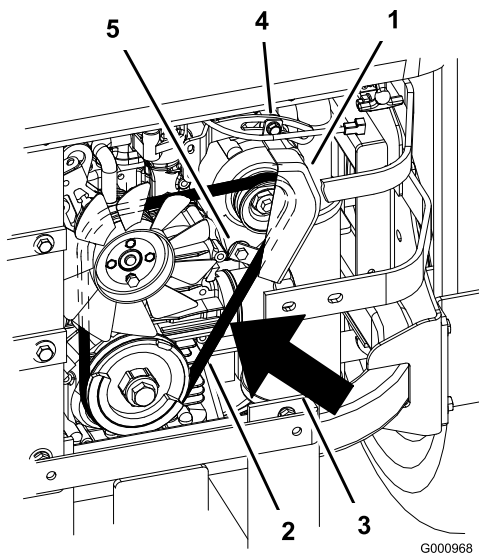

Figura 58
7. Afloje el perno inferior y retire el perno superior que sujeta el alternador y la cubierta (Figura 58).
9. Instale una correa nueva alrededor de las poleas y del alternador (Figura 58).
14. Apriete el perno inferior e instale el perno superior que sujeta el alternador y la cubierta (Figura 58).
2. Ajuste el alternador hacia fuera hasta que quede una desviación de 7 a 9 mm en la correa entre el motor y las poleas del alternador con un esfuerzo de 10 kgf (Figura 58).
5. Si la desviación es correcta, apriete los pernos inferior y superior (Figura 58).